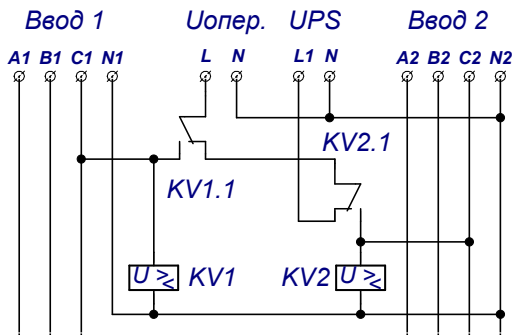

Рис.9 Схема получения оперативного питания с использованием 2-х реле напряжения и UPS
- 5.2.3. Схема получения оперативного питания с использованием 2-х реле напряжения и источника бесперебойного питания - UPS. UPS питается от одной из фаз любого ввода. Выход UPS подключается к схеме, показанной на рис.9. UPS должен иметь гальваническую развязку входных и выходных цепей, иначе в схемы на рис. 9 и 10 необходимо ввести дополнительную коммутацию выхода N UPS.